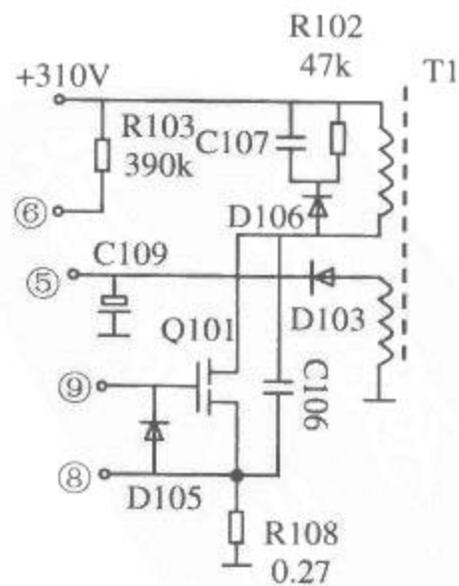

图 8-11 正反馈电路
正反馈电路如图 8-11 所示。UC3842 开始工作后，开关电源输出电压，同时在开关变压器 T1 的另一个绕组中产生感应电压，经 D103 整流，C109 滤波，再经过 P3-⑤再送到 UC3842 的工作电源，取代启动电压，使开关电源稳定工作。